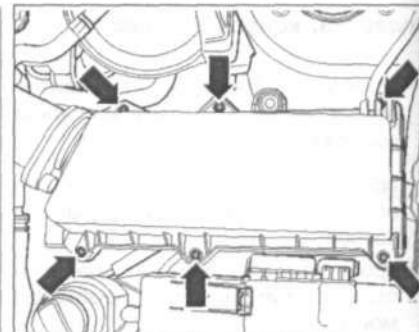

Рис. 2.4. Открутите болты (стрелки).
10. Открутите болты (стрелки) (рис. 2.4).